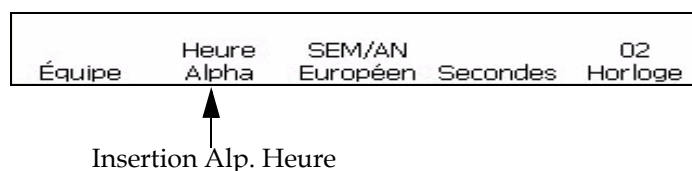

Figure 5-38: Fenêtre <02 Horloge>
- 1 Commencer dans la Fenêtre <02 Horloge> (01 Editer > 02 Editer - Insertions > 01 Insertion - Horloge > 01 Horloge > 02 Horloge). Voir Figure 5-38.